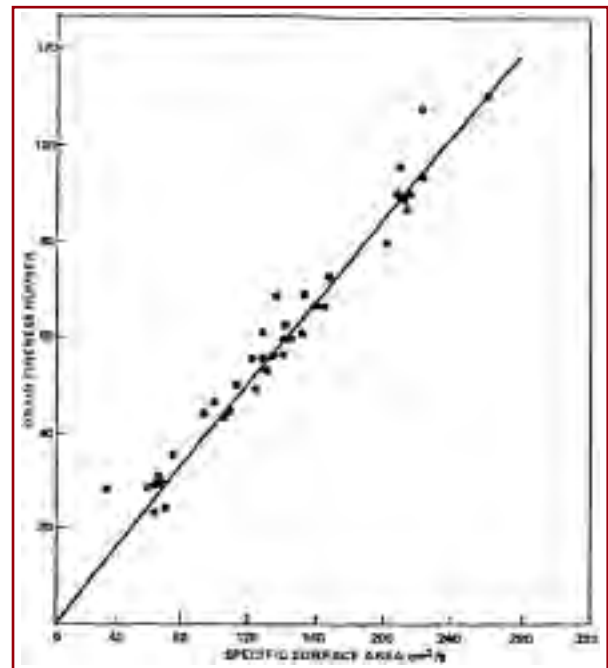

Figura 5. Relación entre el Índice de Finura AFS y la Superficie Específica Real.
3. Después de obtener una serie de resultados (aprox. 40), confeccionar un gráfico, como el mostrado en la Figura 5.